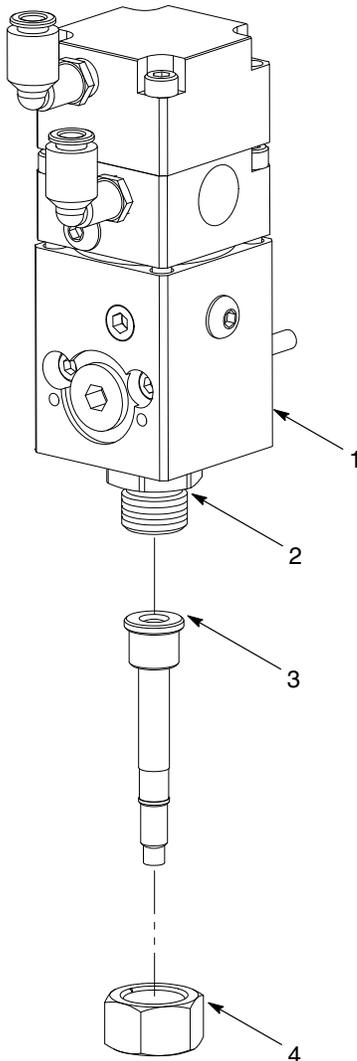

Figure 7 Installation type de la buse
1. Voir la figure 7. Lubrifier les filets (2) sur de la vanne de dépose (1) avec un solvant qui est compatible avec la matière déposée.
2. Monter la buse (3) avec l'écrou de buse (4). Serrer fermement l'écrou de buse.
4. Voir la figure 7. Retirer prudemment l'écrou de buse (4) et la buse (3) de la vanne de dépose (1). Nettoyer les filets de la buse et de la vanne de dépose (2) avec un solvant compatible.